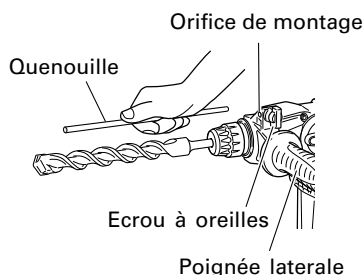

Fig. 15
7. Utilisation de la pièce d'arrêt (Fig. 15)